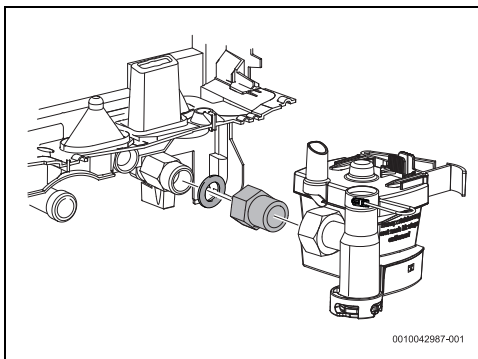

Bild 28 Zusätzliche Buchse
- Zusätzliche Buchse anbringen, um die ordnungsgemäße Installation des Aquastop-Systems zu ermöglichen (Bild 28).